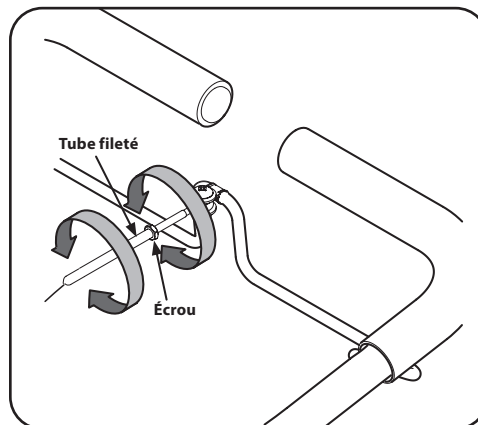

Figure 2-11
6. Embrayez lentement l'appareil en pressant la commande d'embrayage contre la poignée. Les pneus devraient tourner. Si les pneus ne tournent pas lorsque le moteur est en mode de marche avant, ajustez le levier. Pour effectuer le réglage, dévissez le tube à l'extrémité du câble en le tournant quelques tours vers la gauche (vous devez être au poste de conduite). Voir Figure 2-11.